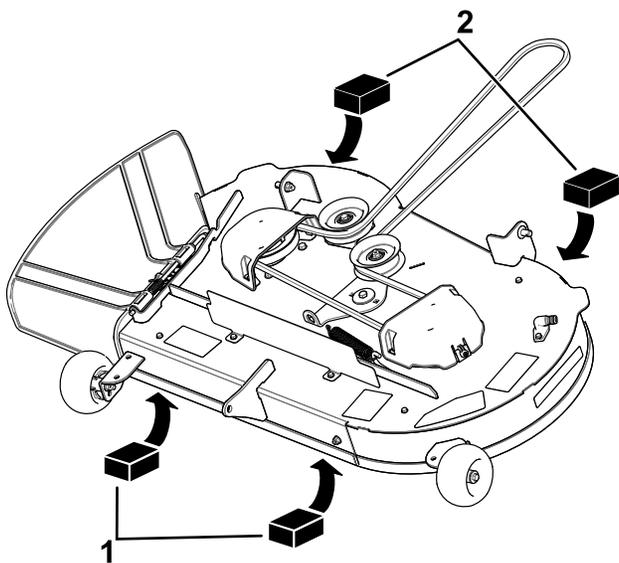
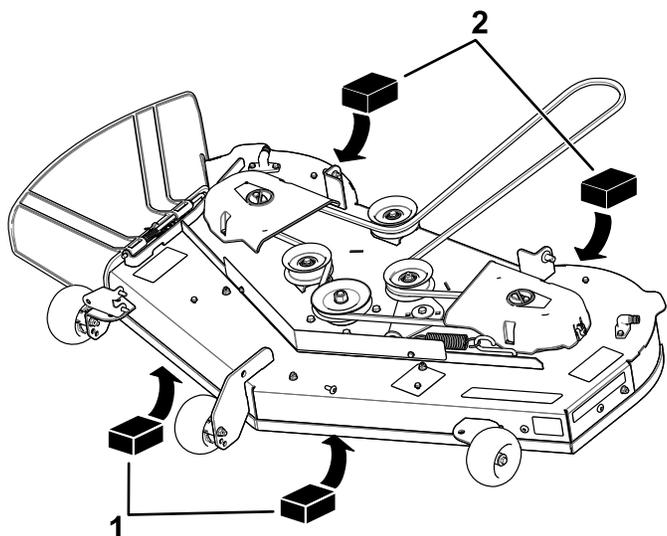

Рисунок 71
Рисунок 72
4. Установите 2 подставки толщиной по 6,6 см под каждую сторону передней кромки деки, но не под кронштейны защитных валиков (Рисунок 71 или Рисунок 72).
5. Установите 2 подставки толщиной по 7,3 см под заднюю кромку фартука режущей деки, по одной на каждую сторону режущей деки (Рисунок 71 или Рисунок 72).